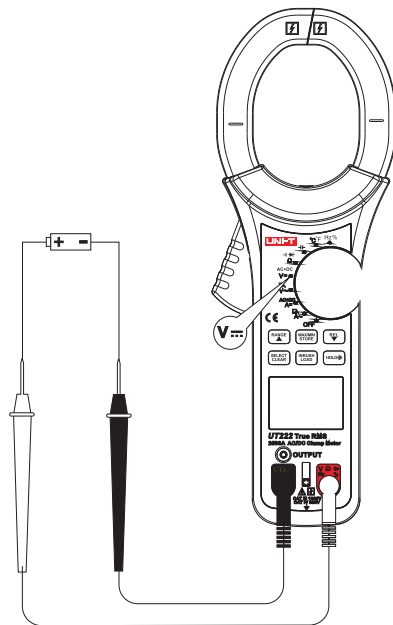

图4
**八、测量操作说明****1. 直流电压测量（见图4）**